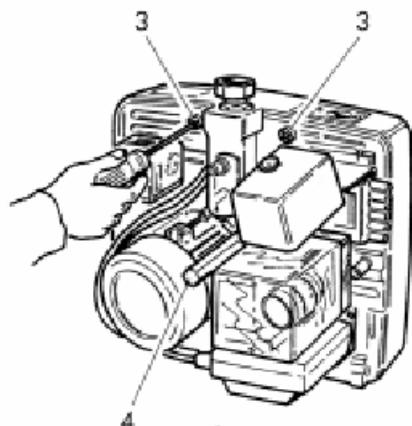

Рис. 2
- Отвинтите винты 3 и центральный штифт 4 (рис. 2).